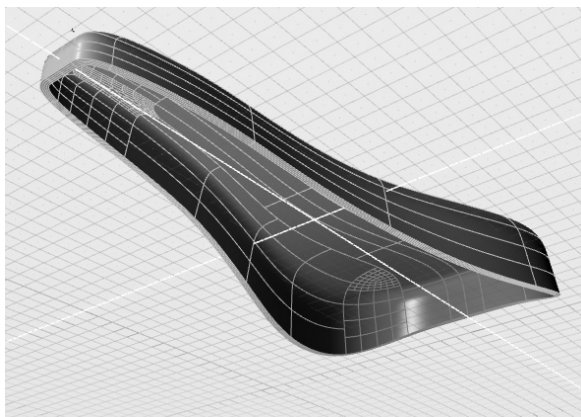

图 7-76 设置曲面偏移并增厚
1) 按住〈Ctrl〉键, 在曲面工具中选择“曲面偏移”工具。对车座曲面进行偏移并同时增厚, 设置偏移厚度为 3mm, 如图 7-76 所示。